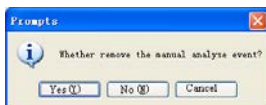

Fig. 5-4-7
5. Cliquer sur "Reanalyse" (analyser de nouveau) pour afficher la fenêtre de dialogue comme dans la Fig. 5-4-7. En cliquant sur "OK" vous éliminerez les anciennes données pour refaire l'analyse; en cliquant sur "No" une nouvelle analyse sera effectuée mais sans éliminer l'analyse manuelle des données; cliquer sur "Cancel" pour éliminer la nouvelle opération d'analyse.